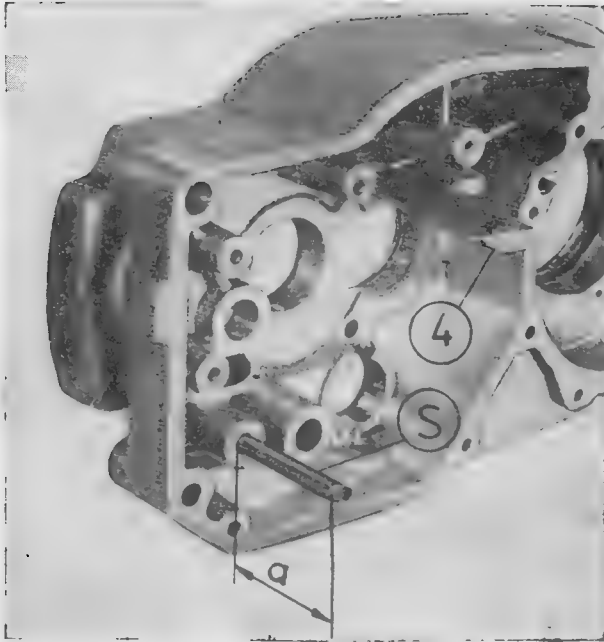

Bild 253. Schaltanschlag und Ölleitblech montieren
- Kerbnagel (1) für die Schaltarretierfeder in die linke Gehäusehälfte (Kupplungsseite) eindrücken.
- Kerbstift (2) zur Lagefestlegung der Lichtmaschine in die rechte Gehäusehälfte eindrücken.
- Paßhülse (3) und Zylinderstift (4) in die linke Gehäusehälfte auf der Kupplungsseite eindrücken.
- Zylinderstift 8×80 (5) (Bild 253) für Schaltanschlag auf eine Höhe von $a = 57_{-1}$ mm in das Gehäuse eindrücken.
- Ölleitblech (4) einsetzen und auf der Kupplungsseite das Sicherungsblech auflegen, Befestigungsmutter M 6 anziehen und sichern.
- Verschlusscheiben (6) in die entsprechenden Bohrungen der rechten Gehäusehälfte von der Lichtmaschinen Seite aus so eindrücken, daß Dichtheit garantiert ist.